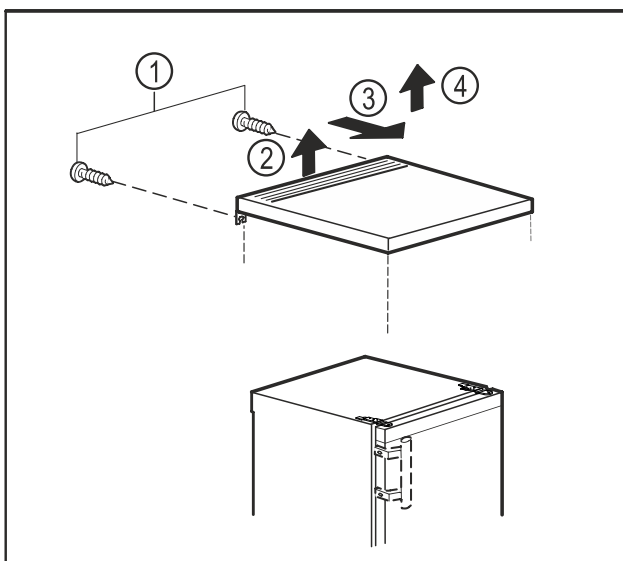

Fig. 6
- ▶ Odstráňte skrutky na zadnej strane. Fig. 6 (1)
- ▶ Zdvihnite dosku stola vzadu. Fig. 6 (2)
- ▶ Posuňte dosku stola nahor. Fig. 6 (3)
- ▶ Zdvihnite dosku stola nahor. Fig. 6 (4)